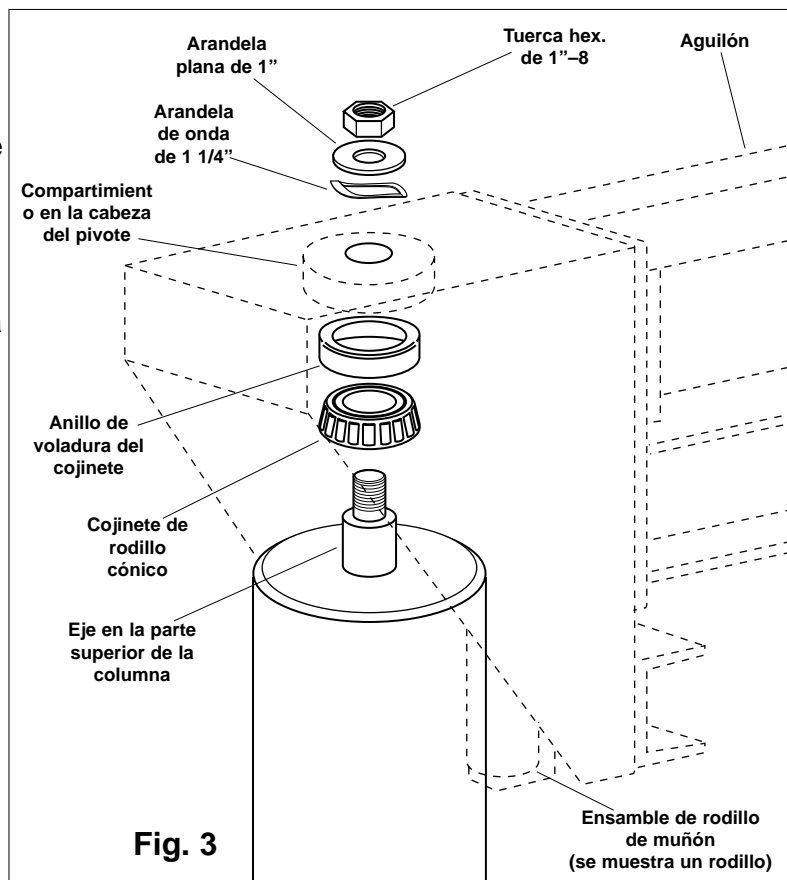

Fig. 3
5. Aplique libremente grasa al cojinete cónico. Deslice el cojinete sobre el eje en la parte superior de la columna. El diámetro pequeño del cojinete debe quedar hacia arriba. Fig. 3
6. Empuje el anillo de voladura del cojinete hacia dentro del compartimiento de la cabeza del pivote. Fig. 3